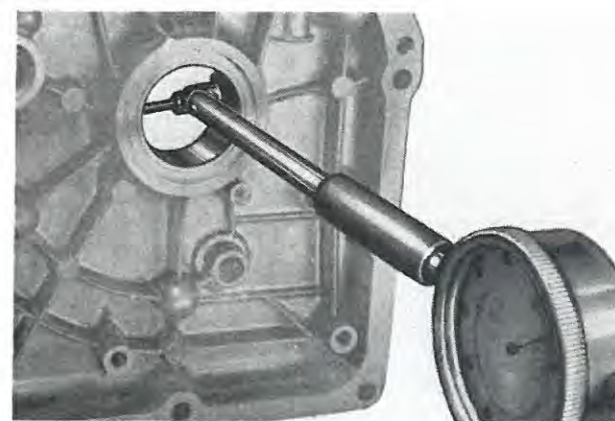

Fig. 22
- Contrôler avec un comparateur deux diamètres à trois différentes hauteurs du logement coussinet vilebrequin, du siège bague de retenue et du support arbre à cames (Fig. 22).
- Measure with dial gauge crankshaft bearing, sealing ring and camshaft housings: check housing diameters at three different heights (Fig. 22).